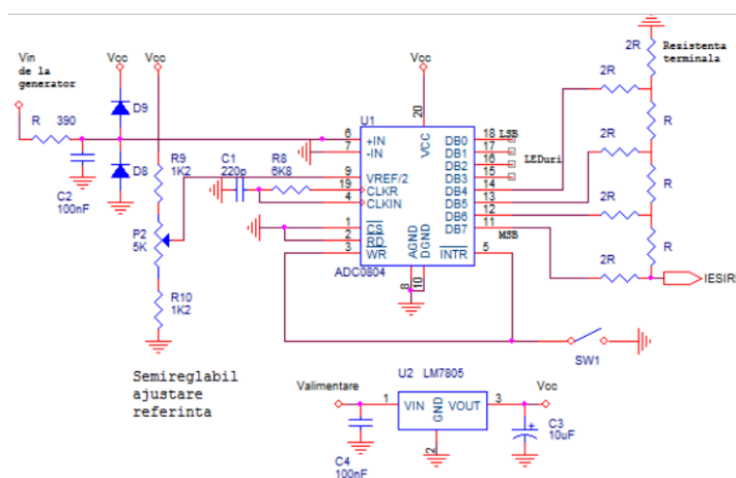

Fig. 8. Lanț de conversie CAN – CNA.
(7) Pentru circuitul din Fig. 8, pe care îl regăsiți pe placa de test: (a) măsoarați tensiunea de alimentare V_{CC} , de la ieșirea stabilizatorului cu 3 terminale. Conectați CNA-ul R-2R de 4biți la ieșirile unui CAN cu $V_{REF}=4.096$ V ca în Fig. 8. Reglați P_2 astfel încât la pinul 9 al C.I. să aveți $V_{REF}/2 = 2.048$ V. (b) aplicați la intrarea V_{in} o tensiune sinusoidală de $f = 10$ Hz, amplitudine $3.84 V_{VV}$, offset jumătate din această valoare și observați, pe osciloscop, semnalul la ieșire. Reglați fin amplitudinea și offsetul la intrare astfel ca semnalul de ieșire să aibă exact 16 trepte. (c) pe baza V_{CC} , calculați V_{LSB} , V_{MSB} și V_{CS} pentru CNA cu 4 biți. (d) măsoarați, cu cursorii, pe semnalul în trepte, valorile V_{LSB} , V_{MSB} , V_{CS} și determinați erorile relative față de valorile calculate anterior. (e) creșteți frecvența semnalului sinusoidal la 200 Hz. Vizualizați semnalul de la ieșirea CNA. Explicați scăderea nr. de trepte. Măsoarați lungimea unei trepte și explicați relația acesteia cu t_{conv} .